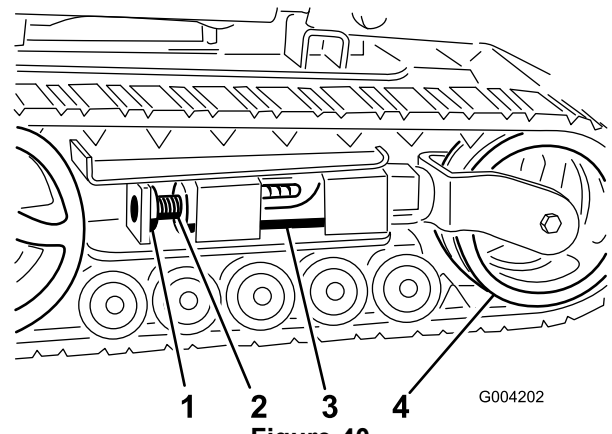
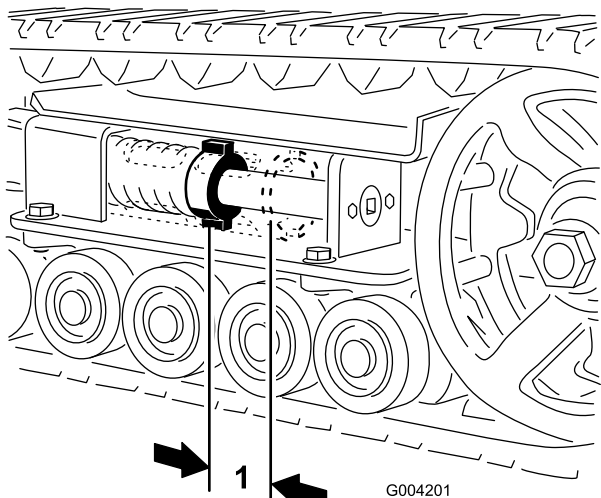
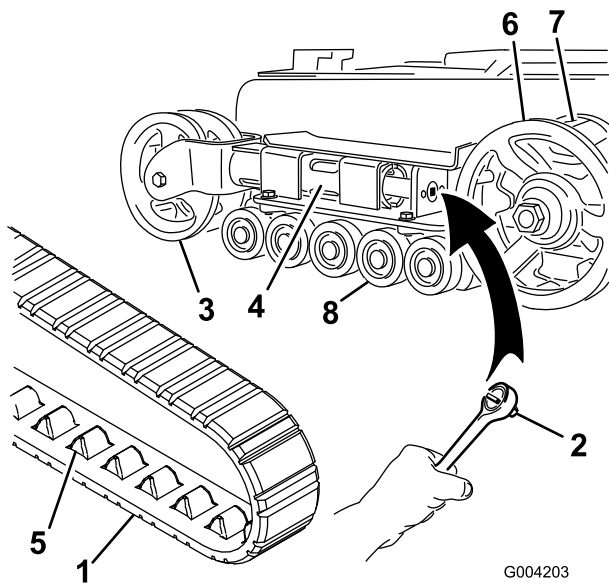
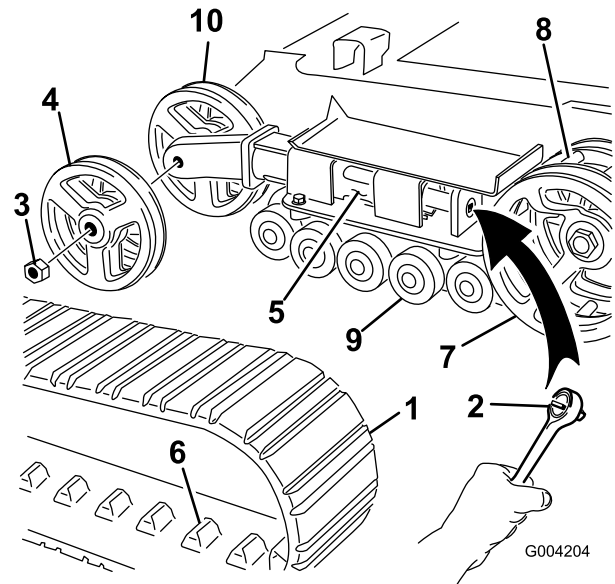

Figure 40
Figure 39
Figure 41
Figure 42
L'écrou de tension et l'arrière du tube de tension doivent être distants de 7 cm (Figure 39). Si ce n'est pas le cas, réglez la tension des chenilles comme suit :
3. Enlevez le boulon et l'écrou de blocage (Figure 40).
4. À l'aide d'une clé à douille de 13 mm (1/2") (Figure 41), tournez la vis de tension dans le sens antihoraire jusqu'à obtention d'un espacement de 7 cm entre l'écrou de tension et l'arrière du tube de tension (Figure 39).
5. Alignez l'encoche la plus proche dans la vis de tension avec le trou du boulon de blocage et fixez la vis avec le boulon et l'écrou de blocage (Figure 40).
4. À l'aide d'une clé à douille de 13 mm (1/2"), tournez la vis de tension dans le sens horaire pour détendre la transmission (Figure 40 et Figure 41).
4. À l'aide d'une clé à douille de 13 mm (1/2"), tournez la vis de tension dans le sens horaire pour détendre la transmission (Figure 40 et Figure 42).
5. Poussez la roue de tension vers l'arrière de la machine pour appuyer le tube de tension contre le châssis (Figure 41). (S'il ne touche pas le châssis, continuez de tourner la vis de tension jusqu'à ce qu'il le touche).
7. Lorsque la chenille est déchaussée, retirez-la du barbotin et des galets de roulement (Figure 41).
8. Pour installer la chenille neuve, commencez par l'enrouler autour du barbotin, en veillant à ce que les crampons s'engagent correctement entre les dents du barbotin (Figure 41).
9. Poussez la chenille sous et entre les galets de roulement (Figure 41).
11. Tournez la vis de tension dans le sens anti-horaire, de manière à obtenir un écartement de 7 cm entre l'écrou de tension et l'arrière du tube de tension (Figure 39).
5. Poussez la roue de tension vers l'arrière de la machine pour appuyer le tube de tension contre le châssis (Figure 42). (S'il ne touche pas le châssis, continuez de tourner la vis de tension jusqu'à ce qu'il le touche).
6. Retirez l'écrou de fixation de la roue de tension extérieure et déposez la roue (Figure 42).
7. Déposez la chenille (Figure 42).
8. Retirez l'écrou de fixation de la roue de tension intérieure et déposez la roue (Figure 42).
12. Posez la roue de tension intérieure et fixez-la avec l'écrou retiré précédemment (Figure 42).
14. Posez la chenille neuve en prenant soin que les crampons s'engagent entre les dents au centre du barbotin (Figure 42).
15. Posez la roue de tension extérieure et fixez-la avec l'écrou retiré précédemment (Figure 42).
17. Tournez la vis de tension dans le sens anti-horaire, de manière à obtenir un écartement de 7 cm entre l'écrou de tension et l'arrière du tube de tension (Figure 39).